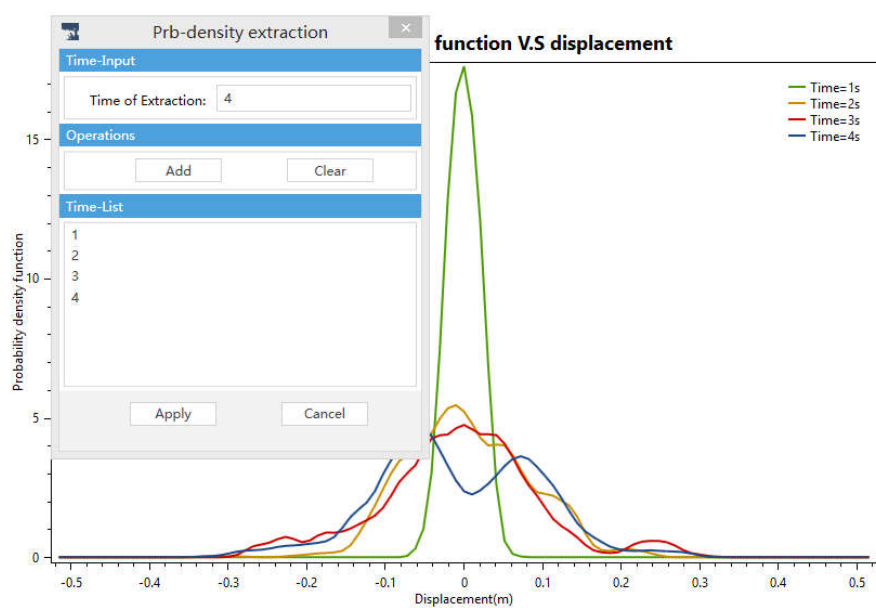

图 2.13 概率密度曲线的提取
- (2)概率密度曲线和曲面的可视化: 在菜单块 Prob Infos 下 Curves 里点击 Time Ext 按钮弹出提取对话框, 输入若干时刻的概率密度曲线, 例如这里分别提取1,2,3,4s时刻, Apply 后点击 Plot 按钮即可绘制出选取时刻的概率密度曲线图(如图 2.13 所示)。在菜单块 Prob Infos 下 Surfaces 里点击 Time Cutoff 按钮弹出提取对话框, 输入截取时间段的始点和终点, 例如这里输入 10 和 11(表示截取10~11s时间段, 由于概率曲面数据庞大, 建议计算机配置一般的用户不应输入过大的时间间距), Apply 后点击Plot按钮即可绘制截取时段的概率密度演化曲面(如图 2.14 所示)。此外, 用户还可以点击工具条中的按钮